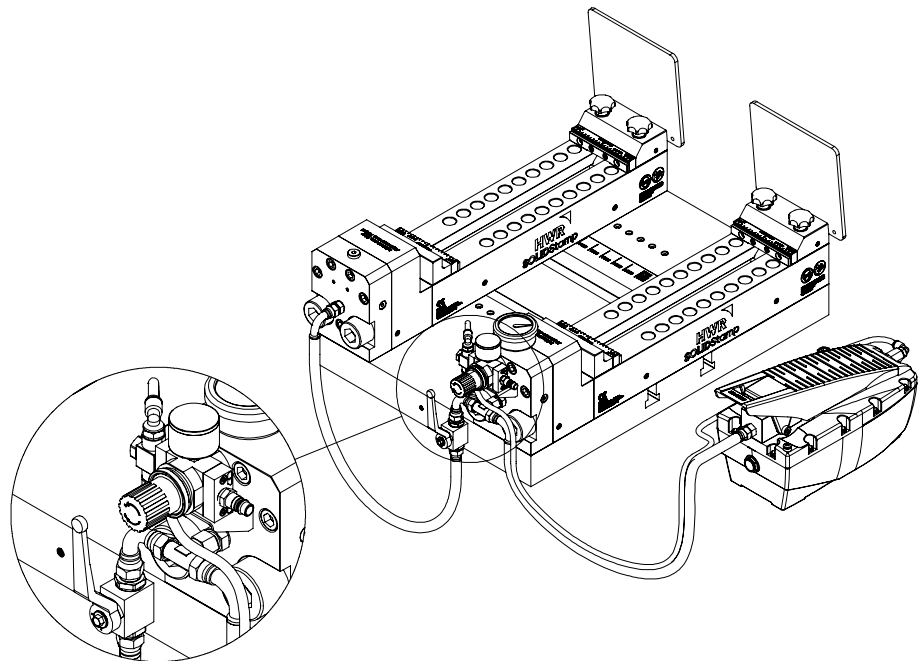

Fig. 3-3: Installation flexibles hydrauliques
- Étape 4** Reliez les flexibles hydrauliques préassemblés, comme illustré par la figure 3-3.